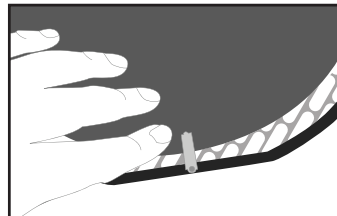

Fig. 17
3. Si está usando el filtro VOC, retírelo deslizándolo fuera de los 4 sujetadores. Vea la Fig. 17.
7. Si está usando el filtro VOC, vuelva a colocarlo y asegúrelo con los 4 sujetadores. Vea la Fig. 17.